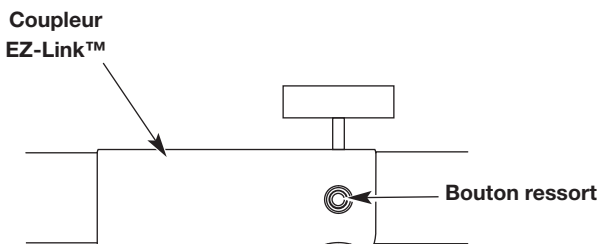

Fig. 2
2. Appuyez sur le bouton-ressort et maintenez-le enfoncé (Fig. 2).